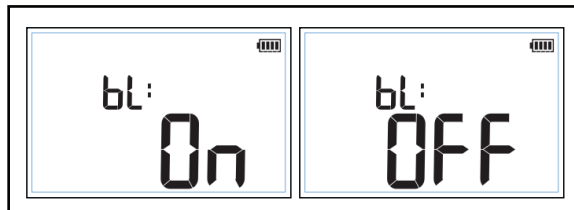

Figura 4. Impostazione della retroilluminazione
1. Premere **SETUP** finché non compare **bl:** sul display. Vedere la Figura 4.